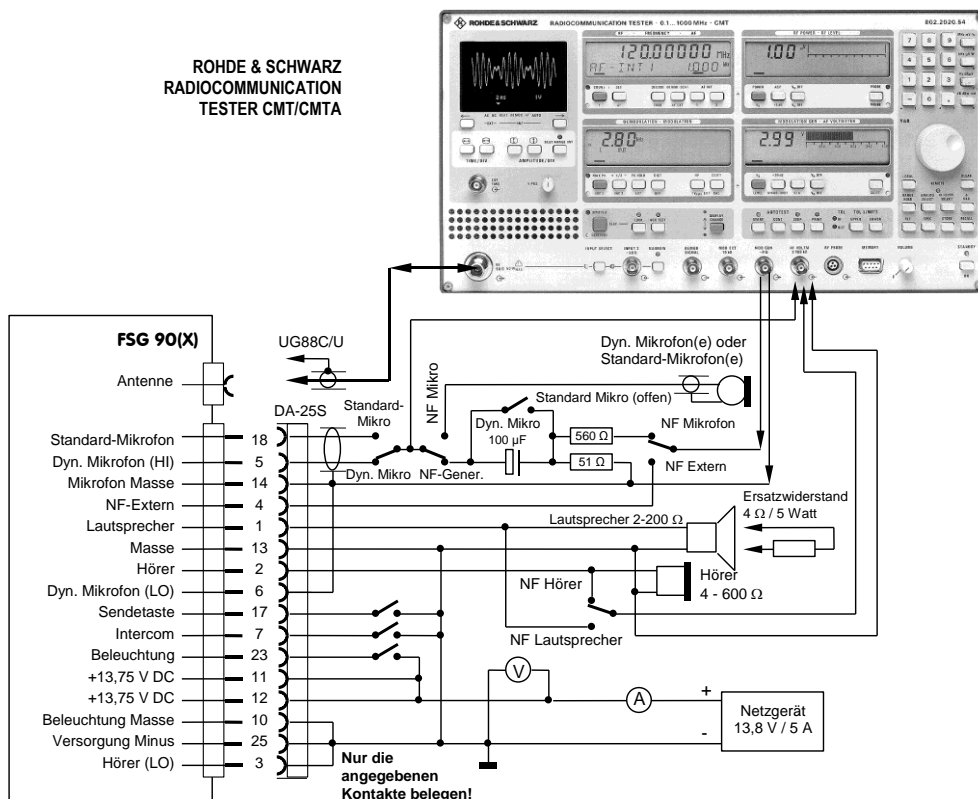

Abb. 3-1: FSG 90 System
- a) Gerät mit Prüfkabelsatz (entsprechend Abbildung 3-1) an Prüfplatz anschließen (Spannungsversorgung 13,8 Vdc bzw. 14,0 Vdc beim 10 Watt-Gerät) und Funkgerät mit dem Drehschalter **ON/OFF-VOLUME** einschalten. Rauschperre ausschalten (**SQ**-Taste drücken).